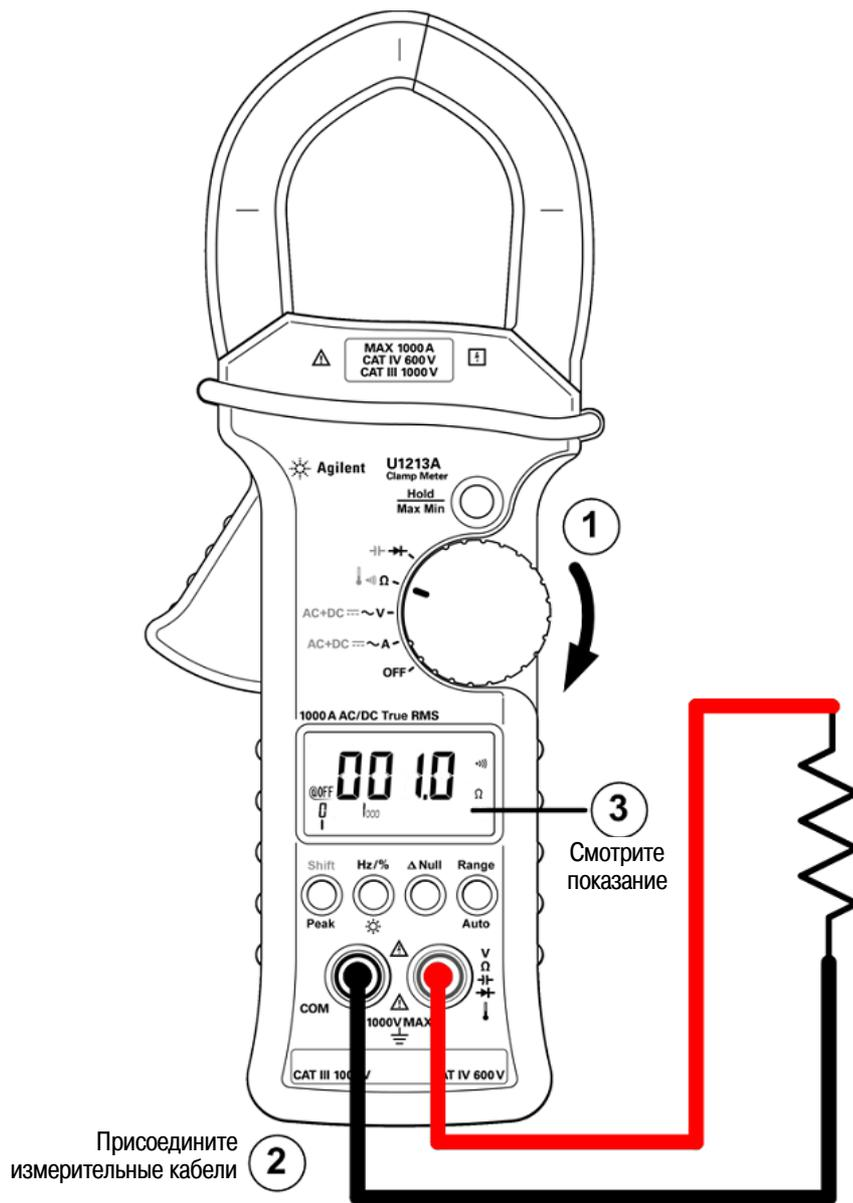

Рис. 2-4 Прозвонка цепи
4. Чтобы переключиться в режим прозвонки цепей, нажмите кнопку **Shift** (см. рис. 2-4 на следующей странице). При сопротивлении измеряемой цепи < 10,0 Ом подается звуковой сигнал.